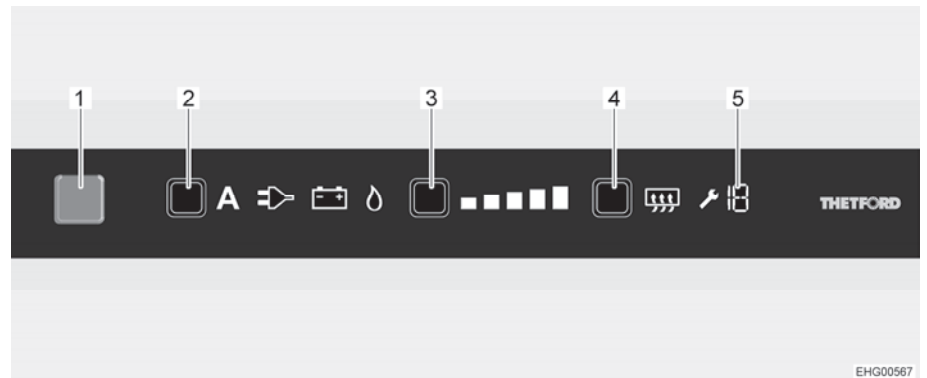

Bild 148 LCD-Touchscreen
- Taste Ein/Aus (Bild 148,1) 1 Sekunde lang drücken. Taste leuchtet blau auf. Zuletzt gewählte Einstellung wird angezeigt.
- Energiewahltaste (Bild 148,2) mehrmals drücken, bis die gewünschte Energiequelle angewählt ist.
- Kühlstufentaste (Bild 148,3) mehrmals drücken, bis die gewünschte Kühlstufe angewählt ist. Die aktuelle Kühlstufe wird durch Leuchtbalken angezeigt.
- Taste Ein/Aus (Bild 148,1) ca. 2 Sekunden lang drücken. Alle Lampen erlöschen. Der Kühlschrank ist abgeschaltet.